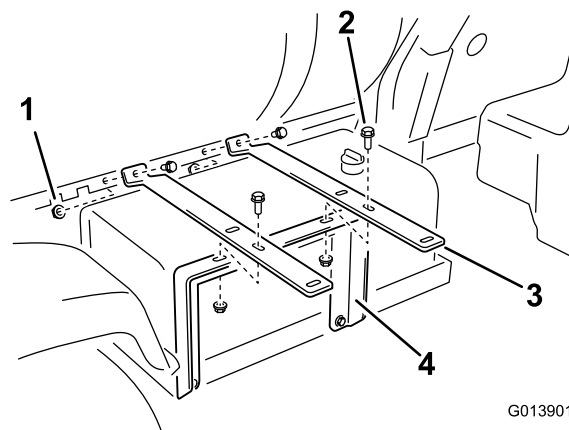

図 9
2. ホース・リール・ストラップ2本の端部を、タンク・マウントに (図 9) のように取り付ける ; フランジ・ボルト (3/8 x 1 インチ) 2本とフランジ・ナット (3/8 インチ) 2個を使用。